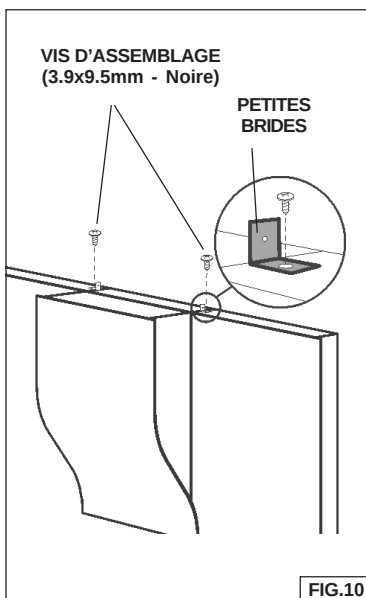

FIG.10
Lorsque le plafond est de 9' ou 10', montez les 2 petites brides du tuyau décoratif au moyens de (2) vis d'assemblage (3.9x9.5mm - Noire). Fig. 10.